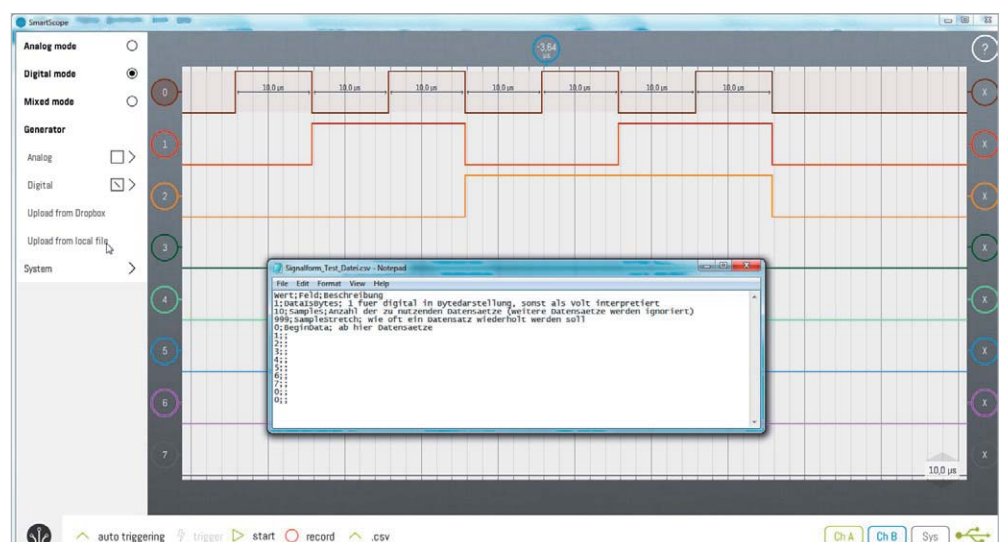

Bild 15: Digitalsignalgenerator: Signale aus csv-Datei
Wenn das erste Feld der csv-Datei (DataIsBytes) eine 1 ist, werden die Datensätze als Bytes interpretiert, wobei die Wertigkeit der Bits jeden Bytes dem digitalen Datenkanal entspricht. In Bild 15 sieht man eine Beispieldatei zur Definition eines Digitalsignals für drei Kanäle. Die Daten beginnen mit einer 0 (null) als erstem Byte, was bewirkt, dass alle Digitalkanäle 0 sind. Das zweite Byte (1) bewirkt, dass der Digitalkanal D0 logisch 1 wird, während alle anderen Kanäle null bleiben. Das dritte Datenbyte (2) bewirkt, dass der zweite Datenkanal (D1) logisch 1 wird, während die anderen Kanäle null sind, usw.